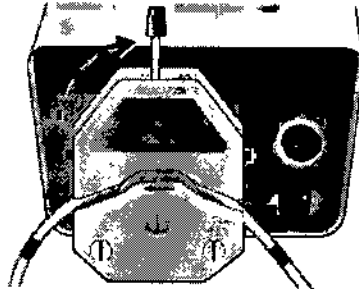

Fig 13. Bloqueo de la palanca de la cabeza de la bomba
12. Mueva la palanca de la cabeza de la bomba en el sentido de las agujas del reloj hasta la posición de bloqueo completo (Fig. 13 y Fig. 14).